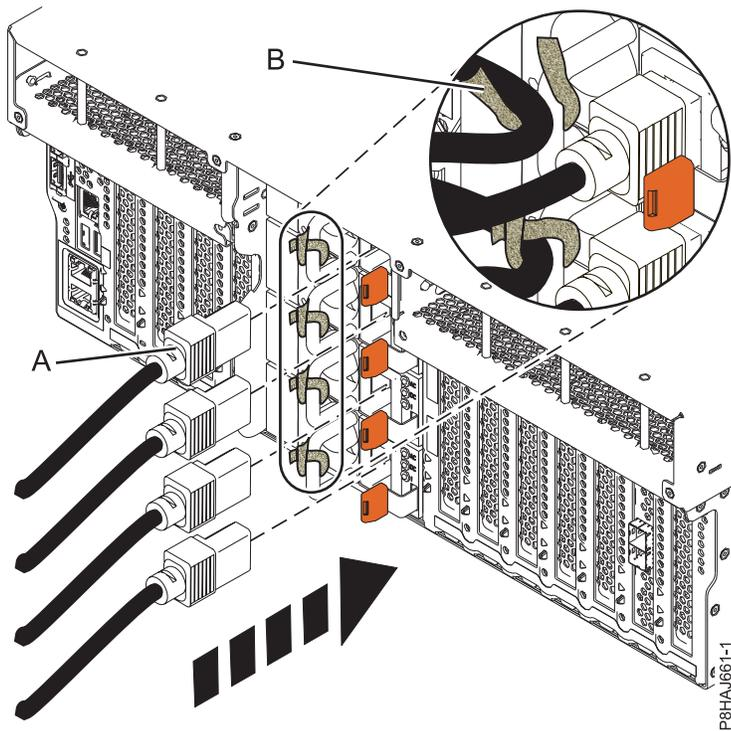
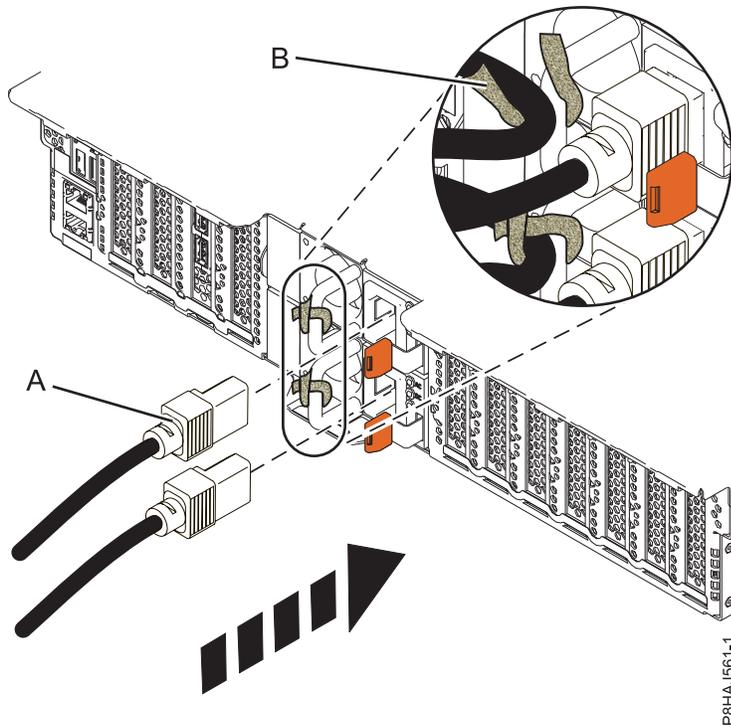
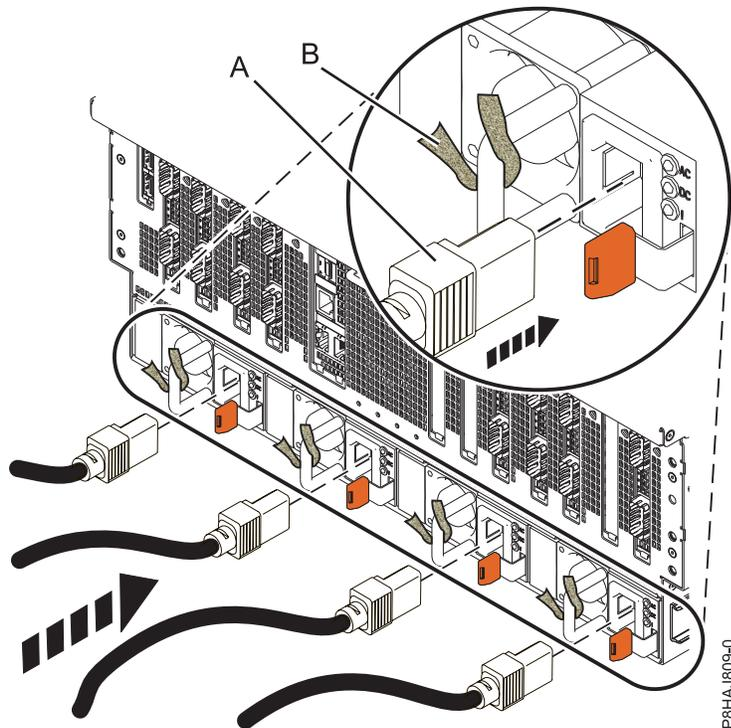

Figura 22. Conexión de los cables de alimentación a un sistema 8247-42L, 8286-41A o 8286-42A
Figura 23. Conexión de los cables de alimentación a un sistema 5148-21L, 5148-22L, 8247-21L, 8247-22L, 8284-21A o 8284-22A
Figura 24. Conexión de los cables de alimentación a un sistema 8408-44E o 8408-E8E
2. Vuelva a conectar los cables de alimentación (A) a la unidad del sistema. Consulte la Figura 22 en la página 44, la Figura 23 en la página 45 o la Figura 24 en la página 45 según el tipo de sistema. En la Figura 19 se muestran los conectores admitidos de corriente alterna (CA) y de corriente directa de alto voltaje (HVDC). La Figura 20 en la página 44 y la Figura 21 en la página 44 muestran los conectores admitidos y la unidad de distribución de alimentación (PDU) para 8408-44E.